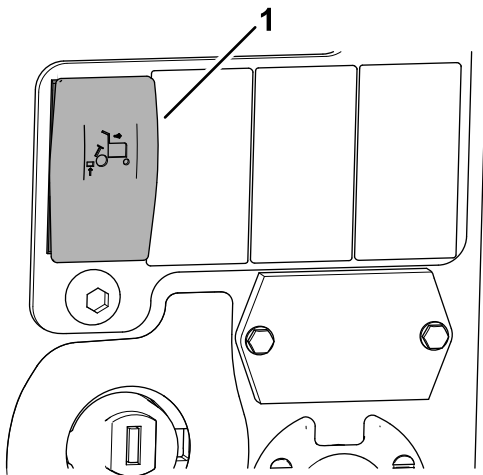

Bild 38
1. Stellen Sie den Schalter für die automatische Hubbegrenzung im Rückwärtsgang in die EIN-Stellung (Bild 38).
4. Um die automatische Hubbegrenzung im Rückwärtsgang auszuschalten, drücken Sie den Schalter für die automatische Hubbegrenzung im Rückwärtsgang in die AUS-Stellung (Bild 38).